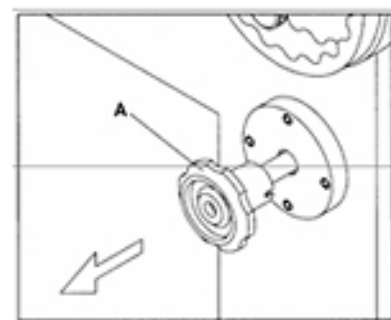

Рис. 3.11
2. Для включения стопора вращения шпинделя, поверните ручку (А) Рис. 3.11 против часовой стрелки и нажмите её, зафиксировав положение, как показано на Рис. 3.11.
1. Для установки шпинделя в положение "свободный шпиндель" (когда шпиндель будет свободно вращаться), поверните ручку (А) Рис. 3.11 и задвиньте её для разблокировки положения.